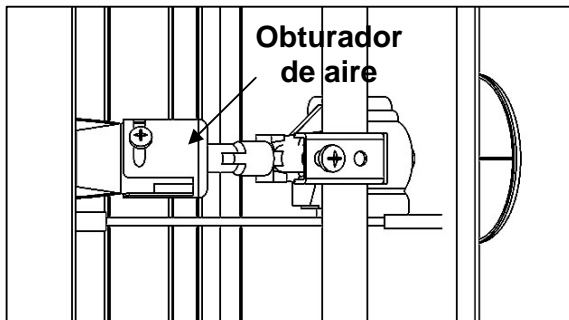

Fig. 51 Obturador de aire
- Afloje el obturador de aire. Los obturadores se encuentran al extremo de los quemadores de gas, debajo de la caja de control. Consulte la Fig. 51